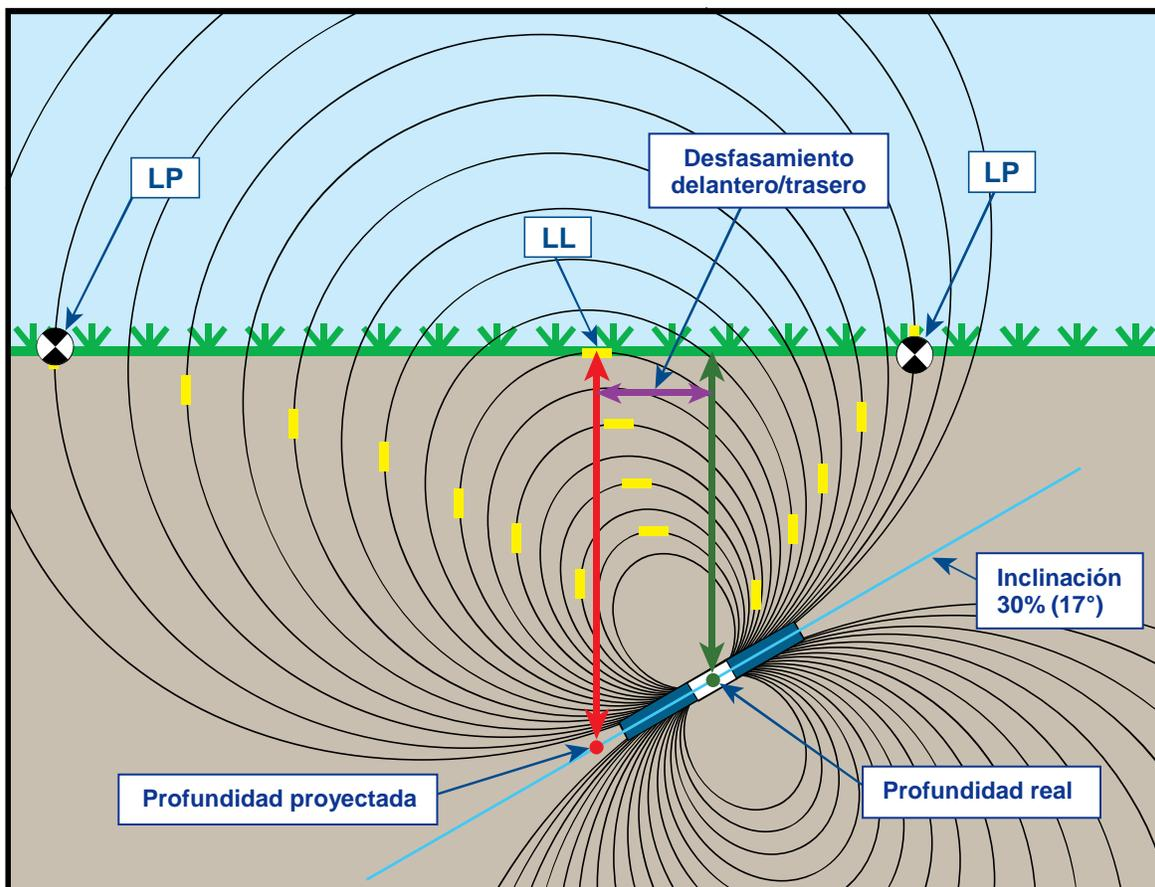

Figura B2. Profundidad proyectada vs. profundidad y desplazamiento delantero/trasero con inclinación y profundidad
La profundidad proyectada y el desplazamiento delantero/trasero, mostrados en la Figura B2, deben ser tomados en cuenta cuando el transmisor se encuentra inclinado y/o profundo. Ver las tablas proporcionadas más adelante en este apéndice (Tabla B1 y B2) para determinar la profundidad real y el desplazamiento delantero/trasero cuando se conoce la profundidad e inclinación mostradas (proyectadas) del transmisor.
La Figura B2 muestra un transmisor colocado en una sarta de perforación que se supone es para ilustrar la perforación en una inclinación positiva o negativa - la inclinación es positiva si se está perforando de izquierda a derecha y es negativa si se está perforando de derecha a izquierda. El campo de señal del transmisor también está inclinado al mismo ángulo que el transmisor. La línea de localización (LL), que se encuentra en donde se toma la medición de la profundidad, es el componente horizontal de las líneas de flujo de campo de señal del transmisor. Es decir, la LL se encuentra donde las líneas de flujo son horizontales, tal como se ilustra con las líneas amarillas horizontales cortas en la figura anterior.
Los puntos de localización (FLP y RLP) se muestran también en la Figura B2. Estos puntos se localizan en los componentes verticales del campo de señal, tal como se ilustra con las líneas amarillas verticales cortas en la figura anterior. Note que los puntos de localización no se encuentran a la misma distancia de LL cuando el transmisor se encuentra inclinado. Nuevamente, esta situación requiere de compensación para la profundidad proyectada y el desplazamiento delantero/trasero.